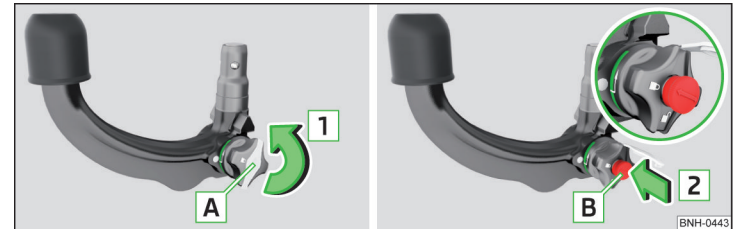

Abb. 212 Kappe vom Schloss abnehmen / Schlüssel in das Schloss stecken
- Die Kappe **A** vom Schloss in Pfeilrichtung **1** » Abb. 212 abnehmen.